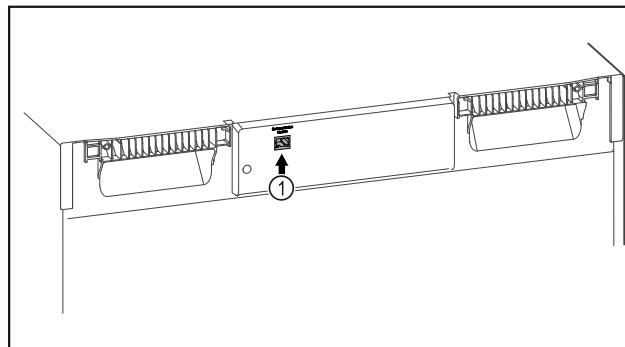

Fig. 131
- SmartModule Fig. 131 (1) se rabi.